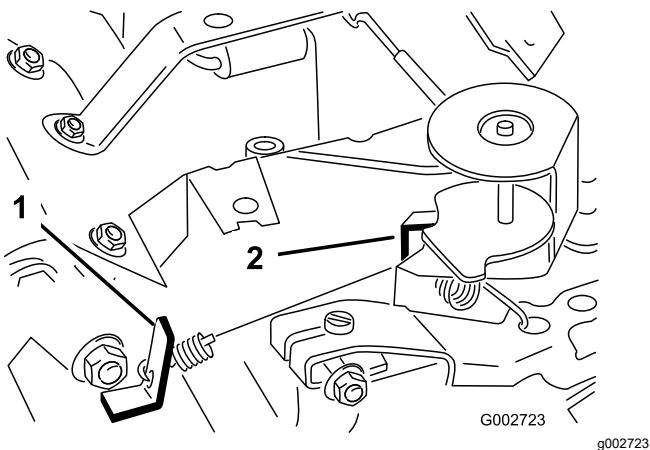

Рисунок 42
3. Отогните язычок пружинодержателя регулируемых оборотов холостого хода (Рисунок 42) так, чтобы получить малую частоту холостого хода в пределах от 1675 до 1 875 об/мин.
6. Отогните язычок пружинодержателя высоких оборотов (Рисунок 42) так, чтобы получить высокую частоту вращения 3350–3450 об/мин.